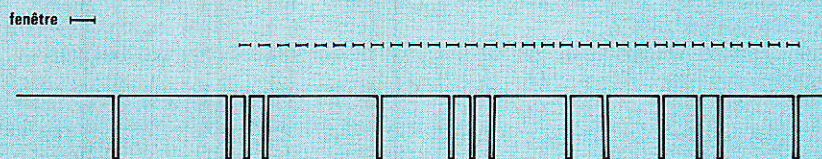

Figure 7.
- Vérification de la position des bits reçus pendant l'ouverture des «fenêtres» de la base de temps (figure 7)